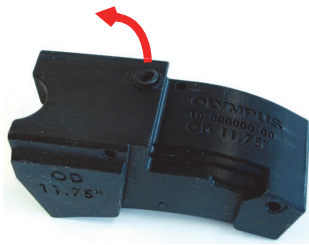

图 5-5 更换水连接装置上的O型环密封装置
1. 使用适当的工具，如：小平头螺丝刀，小心地提起并取下旧的O型环密封装置，这样不会损坏安装表面（参见第48页的图 5-5）。